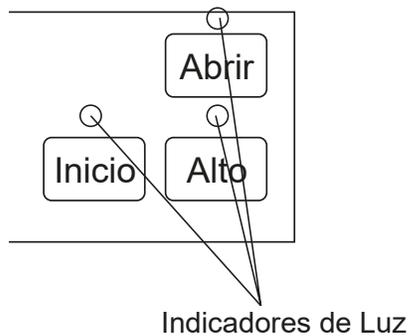

Figura 2.
**Explicación de la ventana de funciones** (ver figura 2)